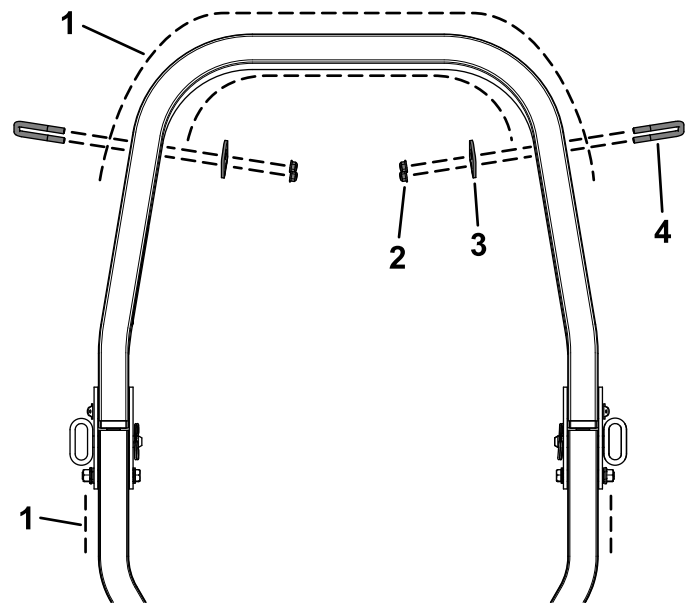

Figura 7
2. Sujete las 2 placas de montaje de las luces a la barra antivuelco con 2 abrazaderas y 2 contratuercas ( $\frac{3}{8}$ " ) en la posición deseada (Figura 7).